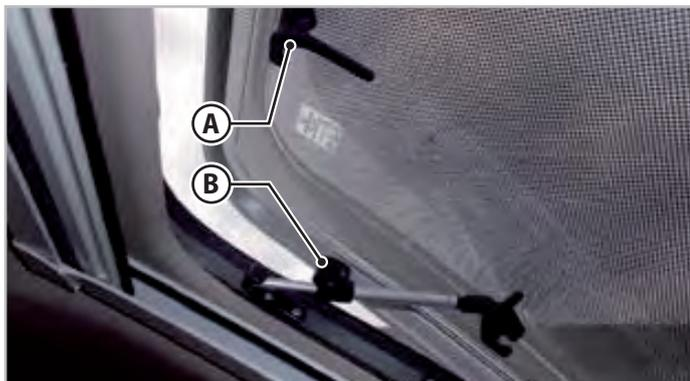

Fig.6.9 - Claraboya panorámica
1. Gire las palancas **(A)** - Fig.6.9) a la posición vertical.
3. Asegure la claraboya apretando los pomos de bloqueo **(B)** - Fig.6.9) de los brazos telescópicos.
1. Desenrosque los pomos de bloqueo de los brazos (**B** - Fig.6.9) telescópicos.
3. Enganche todas las palancas (**A** - Fig.6.9).